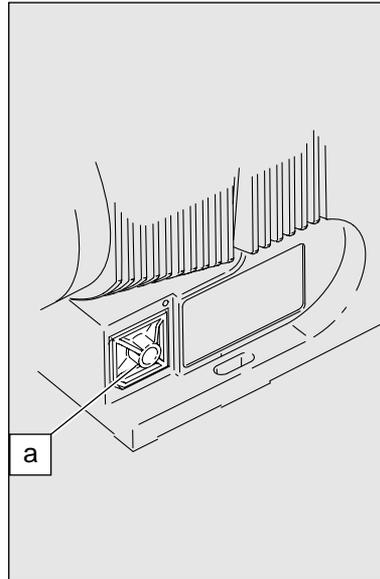

Abb. 15
- ▶ Die gamma/ L auf eine feste Unterlage legen, mit dem Relais-Ausbruchdeckel (siehe Abb. 15: a) nach oben.